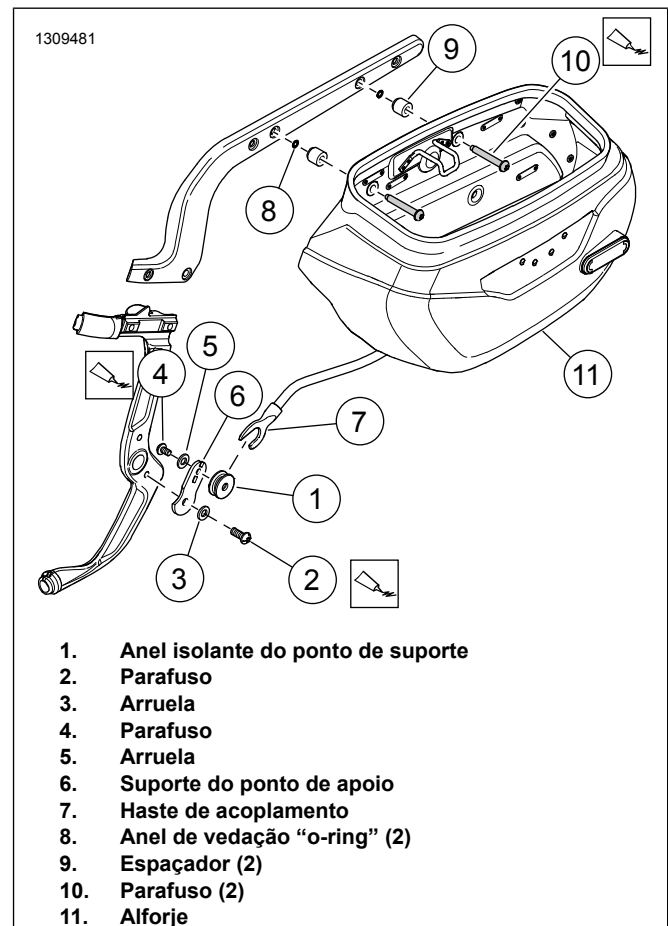

Figura 2. Montagem do alforje (lado esquerdo)
1. Veja Figura 2 . Instale o anel isolante do ponto de suporte do lado esquerdo.
- a. Posicione o suporte do ponto de apoio (6) no quadro.
- b. Instale a arruela (3) no parafuso (2).